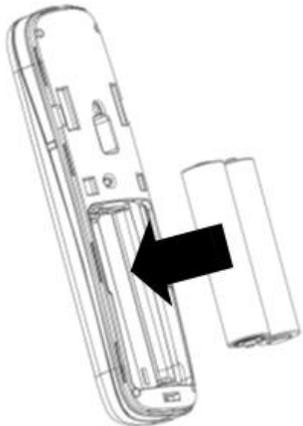

Figure 3
4. Placez les piles comme indiqué sur la figure 3 et attendez que le voyant rouge cesse de clignoter.